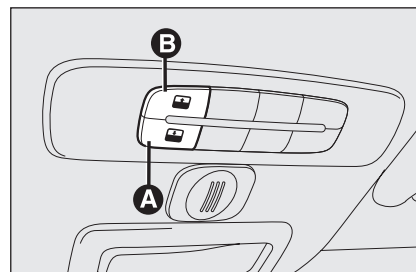
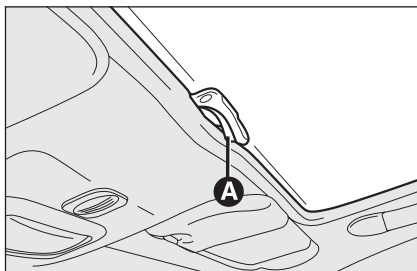

fig. 43
fig. 44
Le toit ouvrant avec large surface vitrée est constitué d'un panneau de verre doté d'un store pare-soleil à actionnement manuel. Le store peut être utilisé dans les positions "complètement fermé" et "complètement ouvert" (sans positions fixes intermédiaires). Pour ouvrir le store: appuyer sur l'ergot **A**-fig. 44, le dégager et l'accompagner jusqu'à la position "complètement ouvert". Pour le fermer, inverser l'opération.
Le toit ouvrant avec large surface vitrée est constitué d'un panneau de verre doté d'un store pare-soleil à actionnement manuel. Le store peut être utilisé dans les positions "complètement fermé" et "complètement ouvert" (sans positions fixes intermédiaires). Pour ouvrir le store: appuyer sur l'ergot **A**-fig. 44, le dégager et l'accompagner jusqu'à la position "complètement ouvert". Pour le fermer, inverser l'opération. L'actionnement du toit n'est possible que lorsque la clé de contact est tournée sur **MAR**. Les commandes **A-B** fig. 43 qui se trouvent sur une planche dédiée près du plafonnier avant, commandent les fonctions d'ouverture / fermeture du toit ouvrant.
Appuyer sur le bouton **B**-fig 43 et le maintenir enfoncé, le panneau vitré prendra la position "becquet"; appuyer à nouveau sur le bouton **B**-fig 43 et le maintenir enfoncé pour ouvrir le panneau du toit jusqu'en butée; l'actionnement du panneau est bloqué lorsqu'on relâche le bouton.
Lorsque le toit est en position d'ouverture complète, appuyer sur le bouton **A-fig. 43** et le maintenir enfoncé pour mettre le toit en position "becquet"; l'actionnement du panneau s'arrête lorsque le bouton est relâché; appuyer à nouveau sur le bouton **A-fig. 43** et le maintenir enfoncé jusqu'à la fermeture complète du panneau.
- appuyer sur le bouton **A-fig. 43** en position de fermeture;